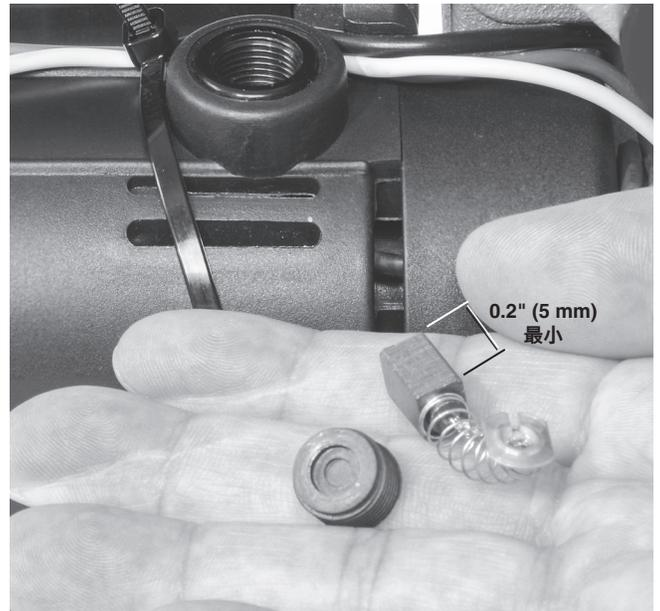
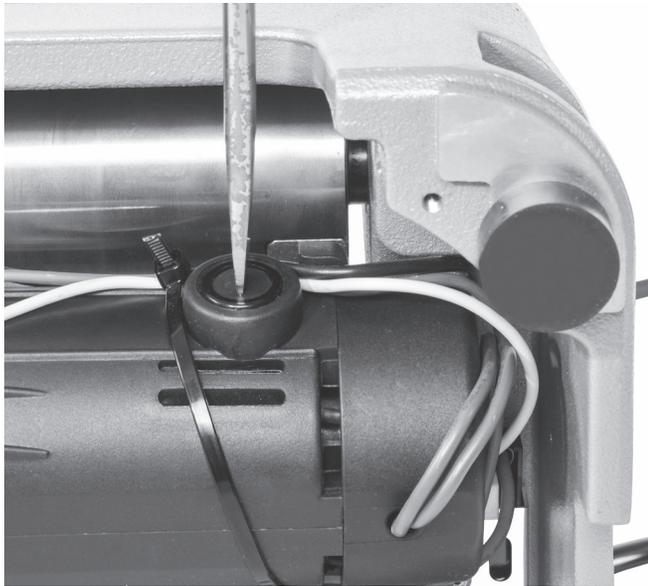

図 18 - ブラシの長さを検査する
図 17 - ブラシキャップの取り外し
3. ねじ回しを使ってブラシキャップを取り外します (図 17)。カーボンブラシをそっと取り外し、長さを確認します (図 18)。ブラシの長さが 5 mm (0.2") 未満の場合は、ブラシを交換してください。